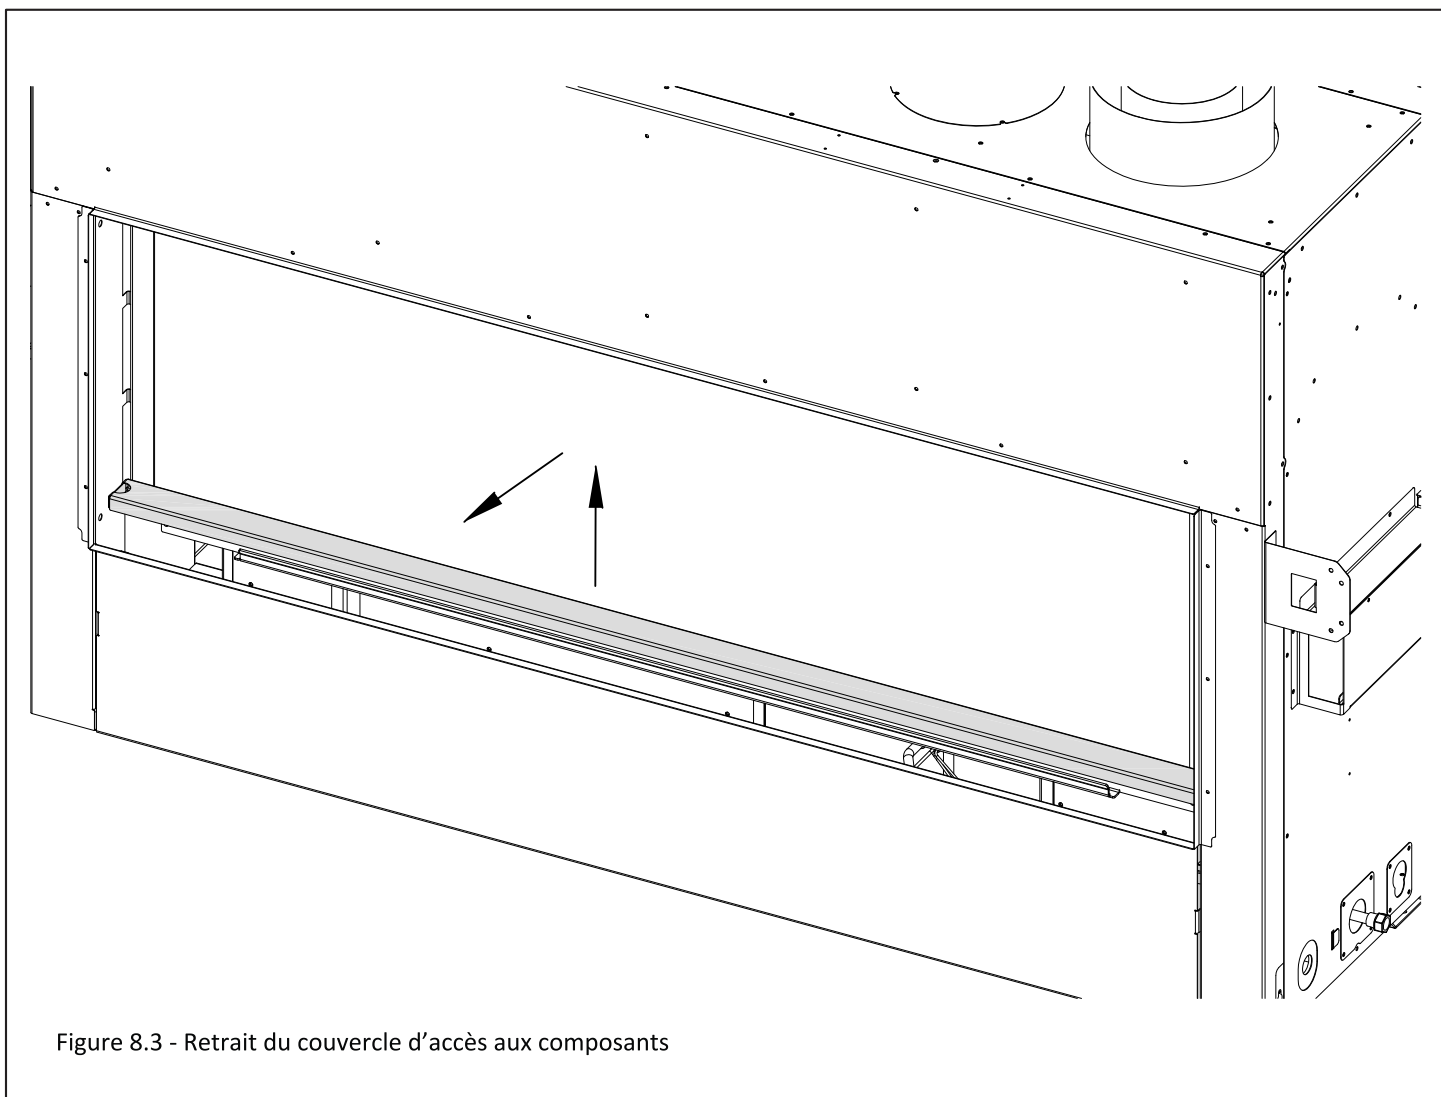

Figure 8.3 - Retrait du couvercle d'accès aux composants
2. Soulevez et retirez le couvercle d'accès aux composants pour accéder au compartiment sous le foyer. Voir la Figure 8.3.